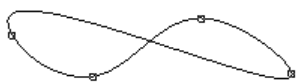

图 3.2.22 闭合的（显示通过点）
- ◆ 选取 **Closed End with Fit Points** 选项，则此时的样条如图 3.2.22 所示。